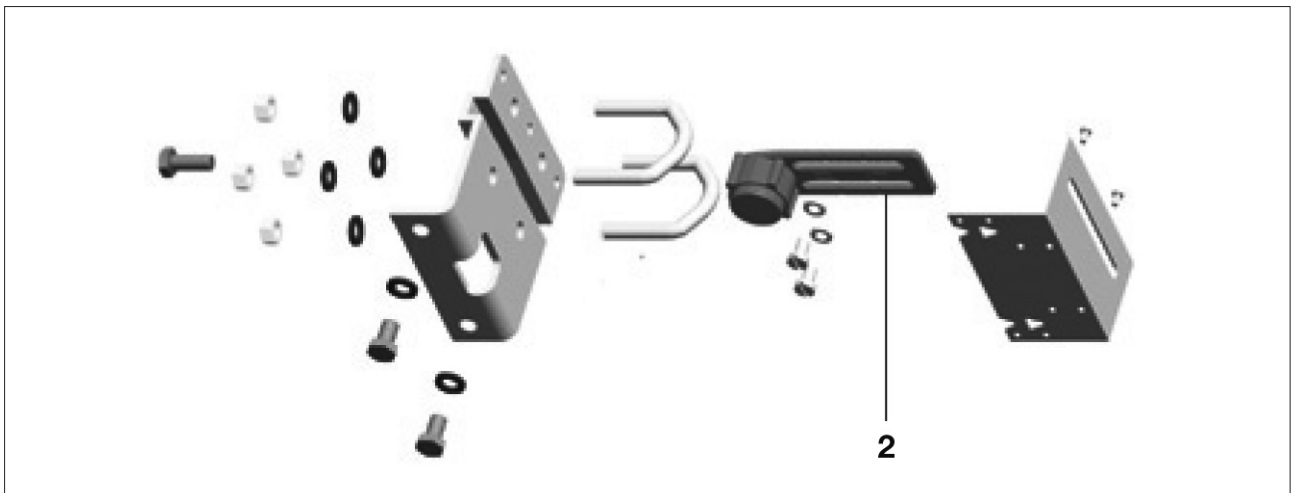

Bild 24: Montagekit für Linearantriebe mit Säule
1. Magnetbügel (2) in waagerechter Position, locker an der Kupplung anschrauben. Siehe Bild 24 und 25.